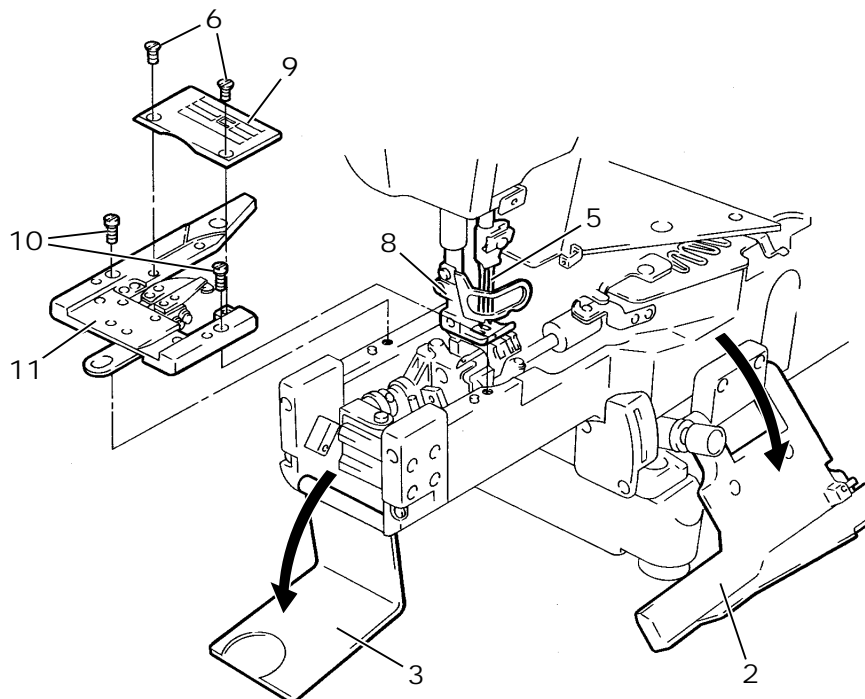

Abb.8
3. Halterung **6** unter Bezugnahme auf Abbildung 8 der vorhergehenden Seite montieren.